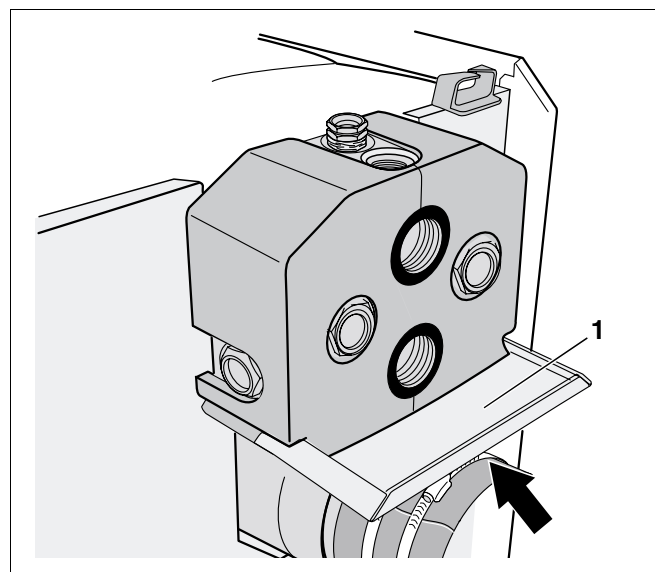

Fig. 52 Montarea tablei de protecție împotriva radiației
- Tabla de protecție contra radiației (Fig. 52, **Poz. 1**) se fixează corespunzător Fig. 52 pe ghidajul în coada de rândunică al izolației.